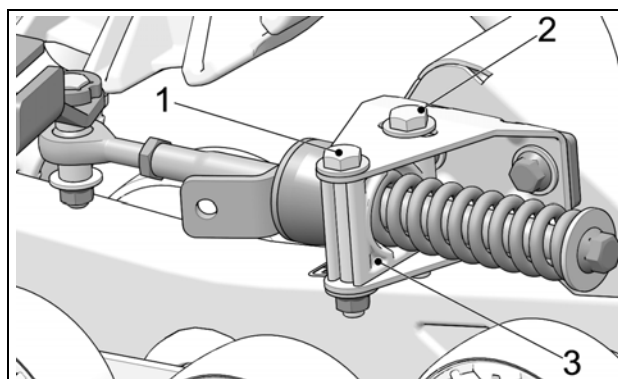

Figure 6
- Desserrer les boulons (1) et (2) de l'ancrage anti-rotation afin de permettre à la plaque de support (3) de pivoter librement sur son axe. Voir la Figure 6.